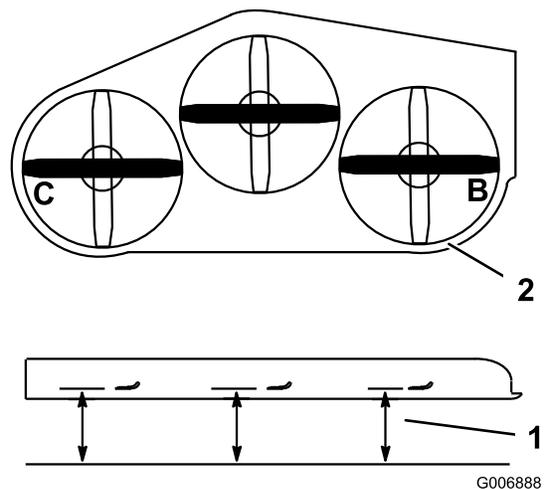

Bild 83
- Messen Sie von einer ebenen Fläche bis zu den Stellen **B** und **C** an den Schnittkanten der Messerspitzen (Bild 83).